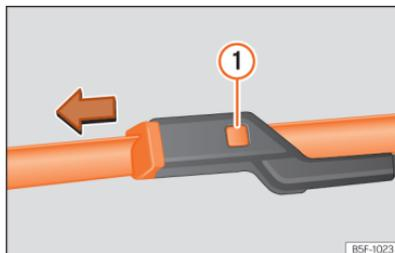

Fig. 220 Substituição das escovas do limpador para-brisas.
- Mantenha pressionado o botão de desbloqueio »»» **Fig. 220**  puxando ligeiramente pela escova no sentido da seta.